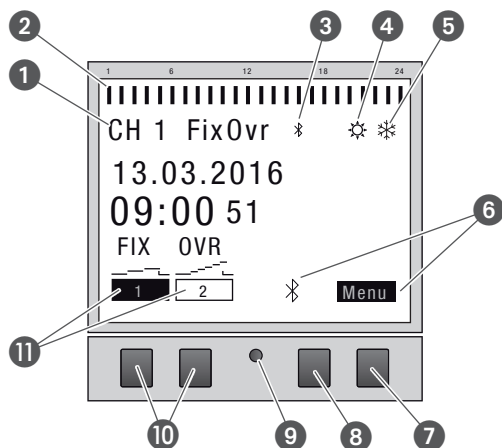

Bild 2: Display
- ② Programmerade kopplingstider
- ③ Bluetooth
- ④ Sommartid
- ⑤ Vintertid
- ⑥ De båda högra knapparnas funktionsvisningar
- ⑦ Menyknapp
- ⑧ Bluetooth-knapp
- ⑨ Reset-knapp
- ⑩ Vänstra knapparna
- ⑪ De vänstra knapparnas funktionsvisningar
### Funktion för de båda högra knapparna (Bild 2/⑦ + ⑧)
## Funktion för de båda vänstra knapparna (Bild 2/10)
Menystrukturen visas på displayen när man trycker på menyknappen (Bild 2/7).